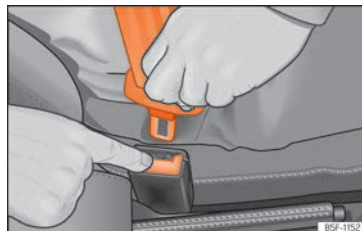

Fig. 10 Deixar anar la llengüeta del tancament del cinturó.
- Premeu la tecla vermella del tancament »» **fig. 10**. La llengüeta saltarà del tancament.